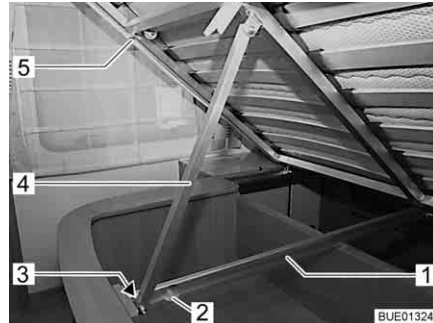

Fig. 110 Lit fixe
- Soulever le sommier à lattes (Fig. 110,5) et le presser vers l'avant jusqu'à ce que l'appui (Fig. 110,4) ait atteint la butée (Fig. 110,1) dans le rail de guidage (Fig. 110).
- Soulever le sommier à lattes (Fig. 110,5) et presser l'appui (Fig. 110,4) vers l'arrière par son extrémité inférieure. Veiller à ce que le galet de glissement (Fig. 110,3) ne saute pas du rail de guidage (Fig. 110,1) à l'extrémité de l'appui à l'ouverture de prise (Fig. 110,2).